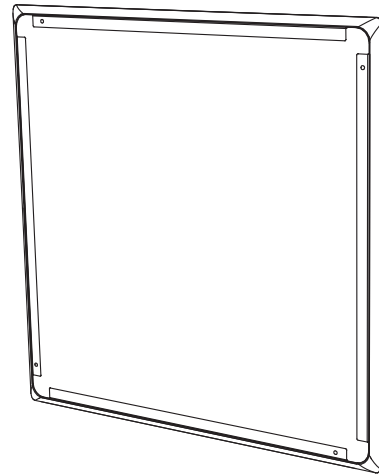

Fig. 19. Install the paint mask
2. 将防毒面具按入后罐的前部,然后用磁铁将其固定在适当的位置。在粉刷天花板和边框周围时,将该遮罩留在原处(图19)。